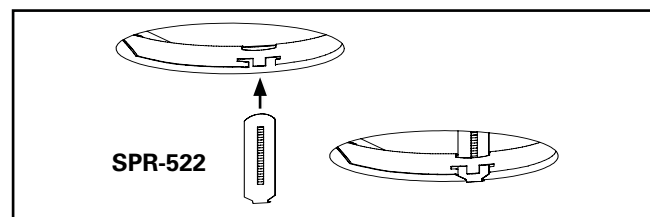

Figura 3.
4. Extraiga el sujetador Third Hand y la unidad del plafón del techo. Extraiga la etiqueta de ajuste del muelle y el muelle de la parte inferior del marco de yeso. Extraiga el sujetador Third Hand del marco de yeso e inserte este marco en el techo, pasando primero el extremo del transformador. Apoye el reborde del marco de yeso en el orificio en el techo. Coloque el muelle del marco de yeso (Figura 3.).